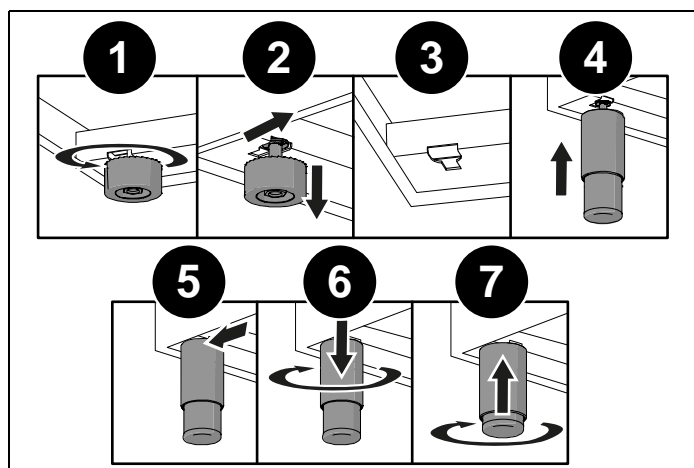

Fig. 8
- Montera bort stöden (1 och 2, Fig. 8),
- För in stödbenen i de brickförsedda hålen i den undre delen av apparaten (3 och 4, Fig. 8),
- Skruva fast stödbenen tills de är fast förankrade i basen (5 och 6, Fig. 8),
Reglera till korrekt höjd på stödbenen (7, Fig. 8).
När apparaten sänks ner, undvik att forcera stödbenen (Fig. 8). Använd ett mellanlägg på basen eller en lastpall för att undvika att luta spisen.